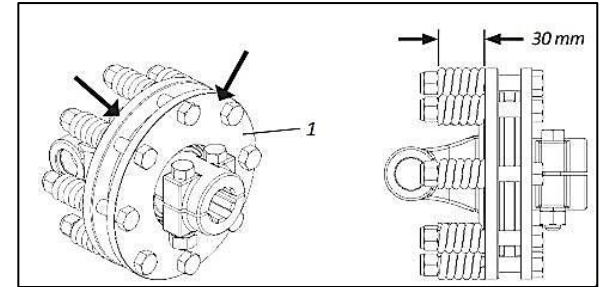

Figura 1
- É importante manter o ajuste de 30 mm nas molas conforme mostra Figura 1, para compensar o desgaste dos discos (1) e manter o bom funcionamento da fricção.